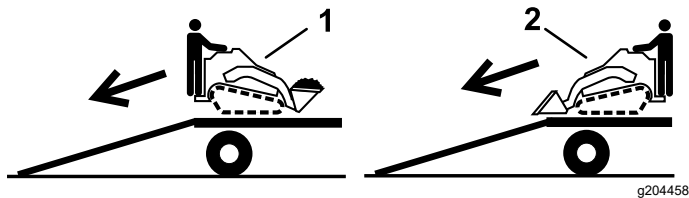

Figure 30
2. Placez toujours l'extrémité la plus lourde de la machine en haut de la rampe, la charge en bas, pour la descente de la remorque (Figure 30).